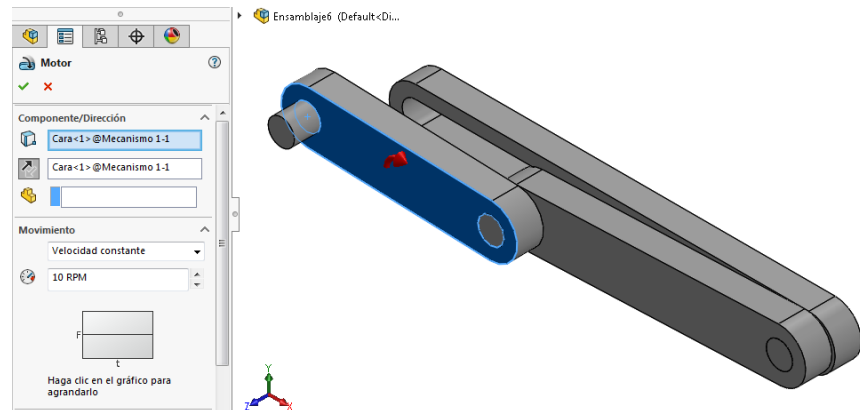

Ilustración 193
Paso 4: al seleccionar el motor aparece la siguiente pantalla (ver ilustración 193), en ella debemos seleccionar la ubicación del motor, la dirección de giro y las RPM, en este caso se coloca en el eslabón más pequeño con 10 RPM.